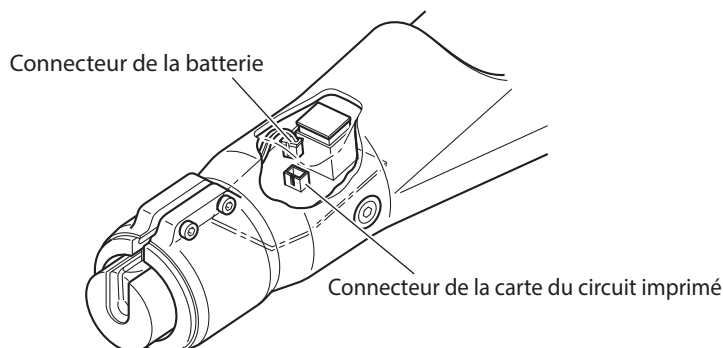

Fig. 21 Débranchement du connecteur de la batterie
- 1 Débranchez le connecteur de la batterie de la carte du circuit imprimé. (Fig. 21).
- 9 Branchez le connecteur de la batterie au connecteur de la carte du circuit imprimé (Fig. 21).